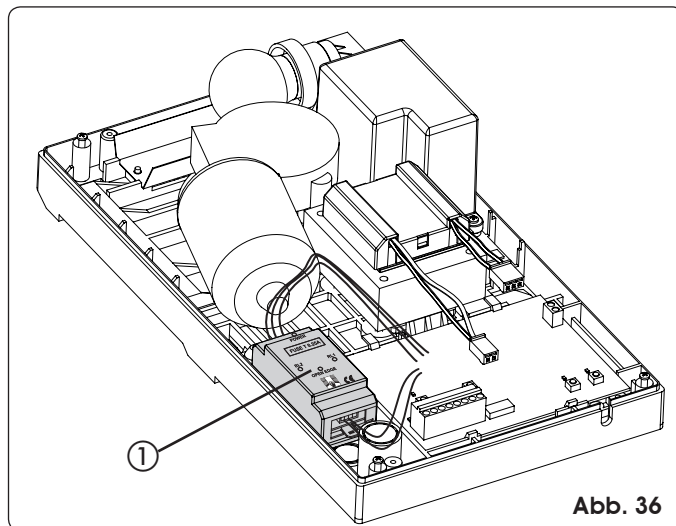

Abb. 36
Die Verwendung der Sicherheitsleiste mit Leiterelement wird dadurch erleichtert, dass die entsprechende Steuereinheit in den Antrieb integriert werden kann (Abb. 36 Bez. ①). Vorgehensweise:
- Die Kontrolleinheit wie in der Abb. 36 angegeben positionieren.